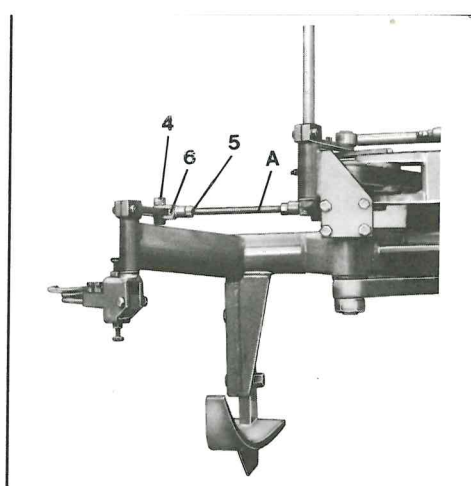

FIG. 8
REGOLAZIONE DISTANZA, FRA LE PIANTE E ZONA LAVORO, DIVERSA DAL NORMALE (fig. 8).
For Mod. Z 180 C and Z 130-155-180 L, loose nut 5 (fig. 8), remove spring retainer 4, act on fork 6.
- Pour les Mod. Z 180 central et Z 130/155/180 latéraux desserrer l'écrou 5, dévisser le arrêt à ressort 4, déplacer la fourche 6. Pour s'éloigner de la plante dévisser la fourche 6 en augmentant la longueur de la barre A. Pour s'approcher de la plante réduire la barre A en vissant la fourche. Rebloquer l'écrou 5, réinsérer la fourche 6 et remettre le arrêt à ressort 4 (fig. 8).